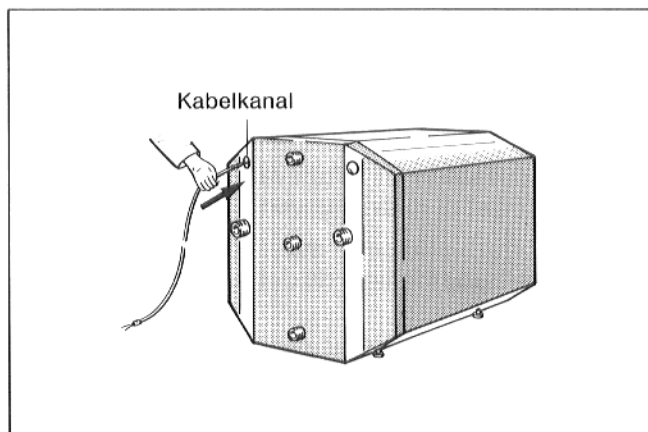

Fig. 6
- Føleren fra brugsvandstermostaten* føres fra beholderens bagside ind i hullet på kabelkanalen (Fig. 6).